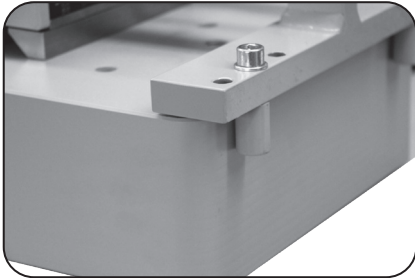

Fig. 1
4. Apoyar firmemente la pieza contra el borde inferior para evitar el deslizamiento de la carga en el modo vertical. (Fig. 1)
3. Apoye firmemente la pieza contra el borde inferior. (Fig. 1) Magnetice el imán según instrucciones de funcionamiento (FX). Levanta la carga unos pocos centímetros y comprobar que la carga se levanta de forma segura